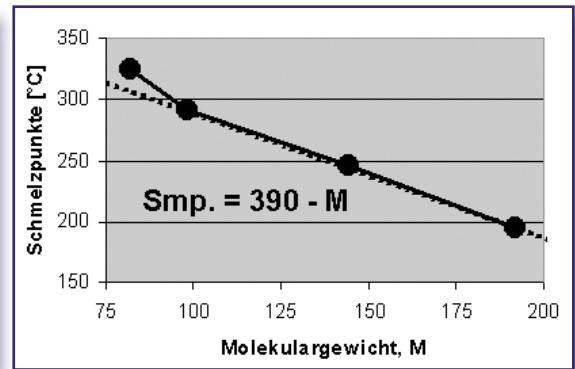

Abbildung 14: Schmelzpunkte der Alkaliacetate.
- sinken die Schmelzpunkte vom Natriumsalz mit 324°C linear bis zum Caesiumacetat mit 194°C (Abbildung 14).